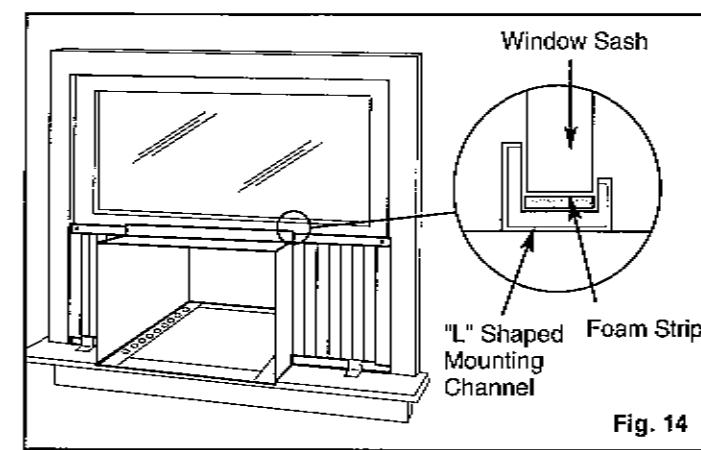

Fig. 14
A. Placez le caisson du climatiseur dans la fenêtre avec le canal de montage en forme de « L » (en haut) positionné à l'avant du cadre supérieur de la fenêtre. Le canal en forme de « U » au bas du caisson doit être positionné dans le retrait de la voie qui se trouve à l'avant des supports de la fenêtre. Tirez la fenêtre vers le bas jusqu'à ce qu'elle repose juste derrière le rebord frontal du canal de montage en forme de « L » (supérieur). Voir Fig. 14.
A. Place the air conditioner cabinet into the window with the "L" shaped mounting channel (on top) positioned in front of the upper window sash. The "U" shaped channel on the bottom of the cabinet should be positioned in the "recessed" portion of the track located at the front of the window brackets. Pull the window down until it rests just behind the front flange of the (top) "L" shaped mounting channel. See Fig. 14.